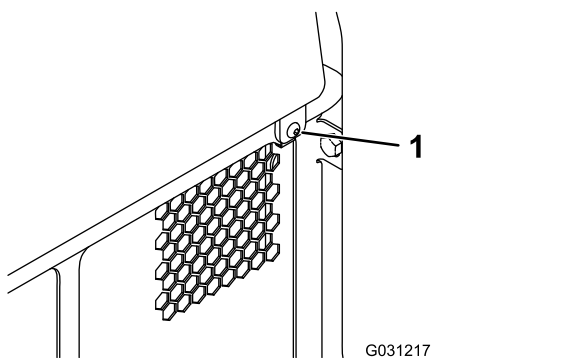

Figura 34
1. Togliete il dispositivo di fissaggio (Figura 34).
2. Sollevate il portello di accesso posteriore per accedere ai componenti interni (Figura 34).